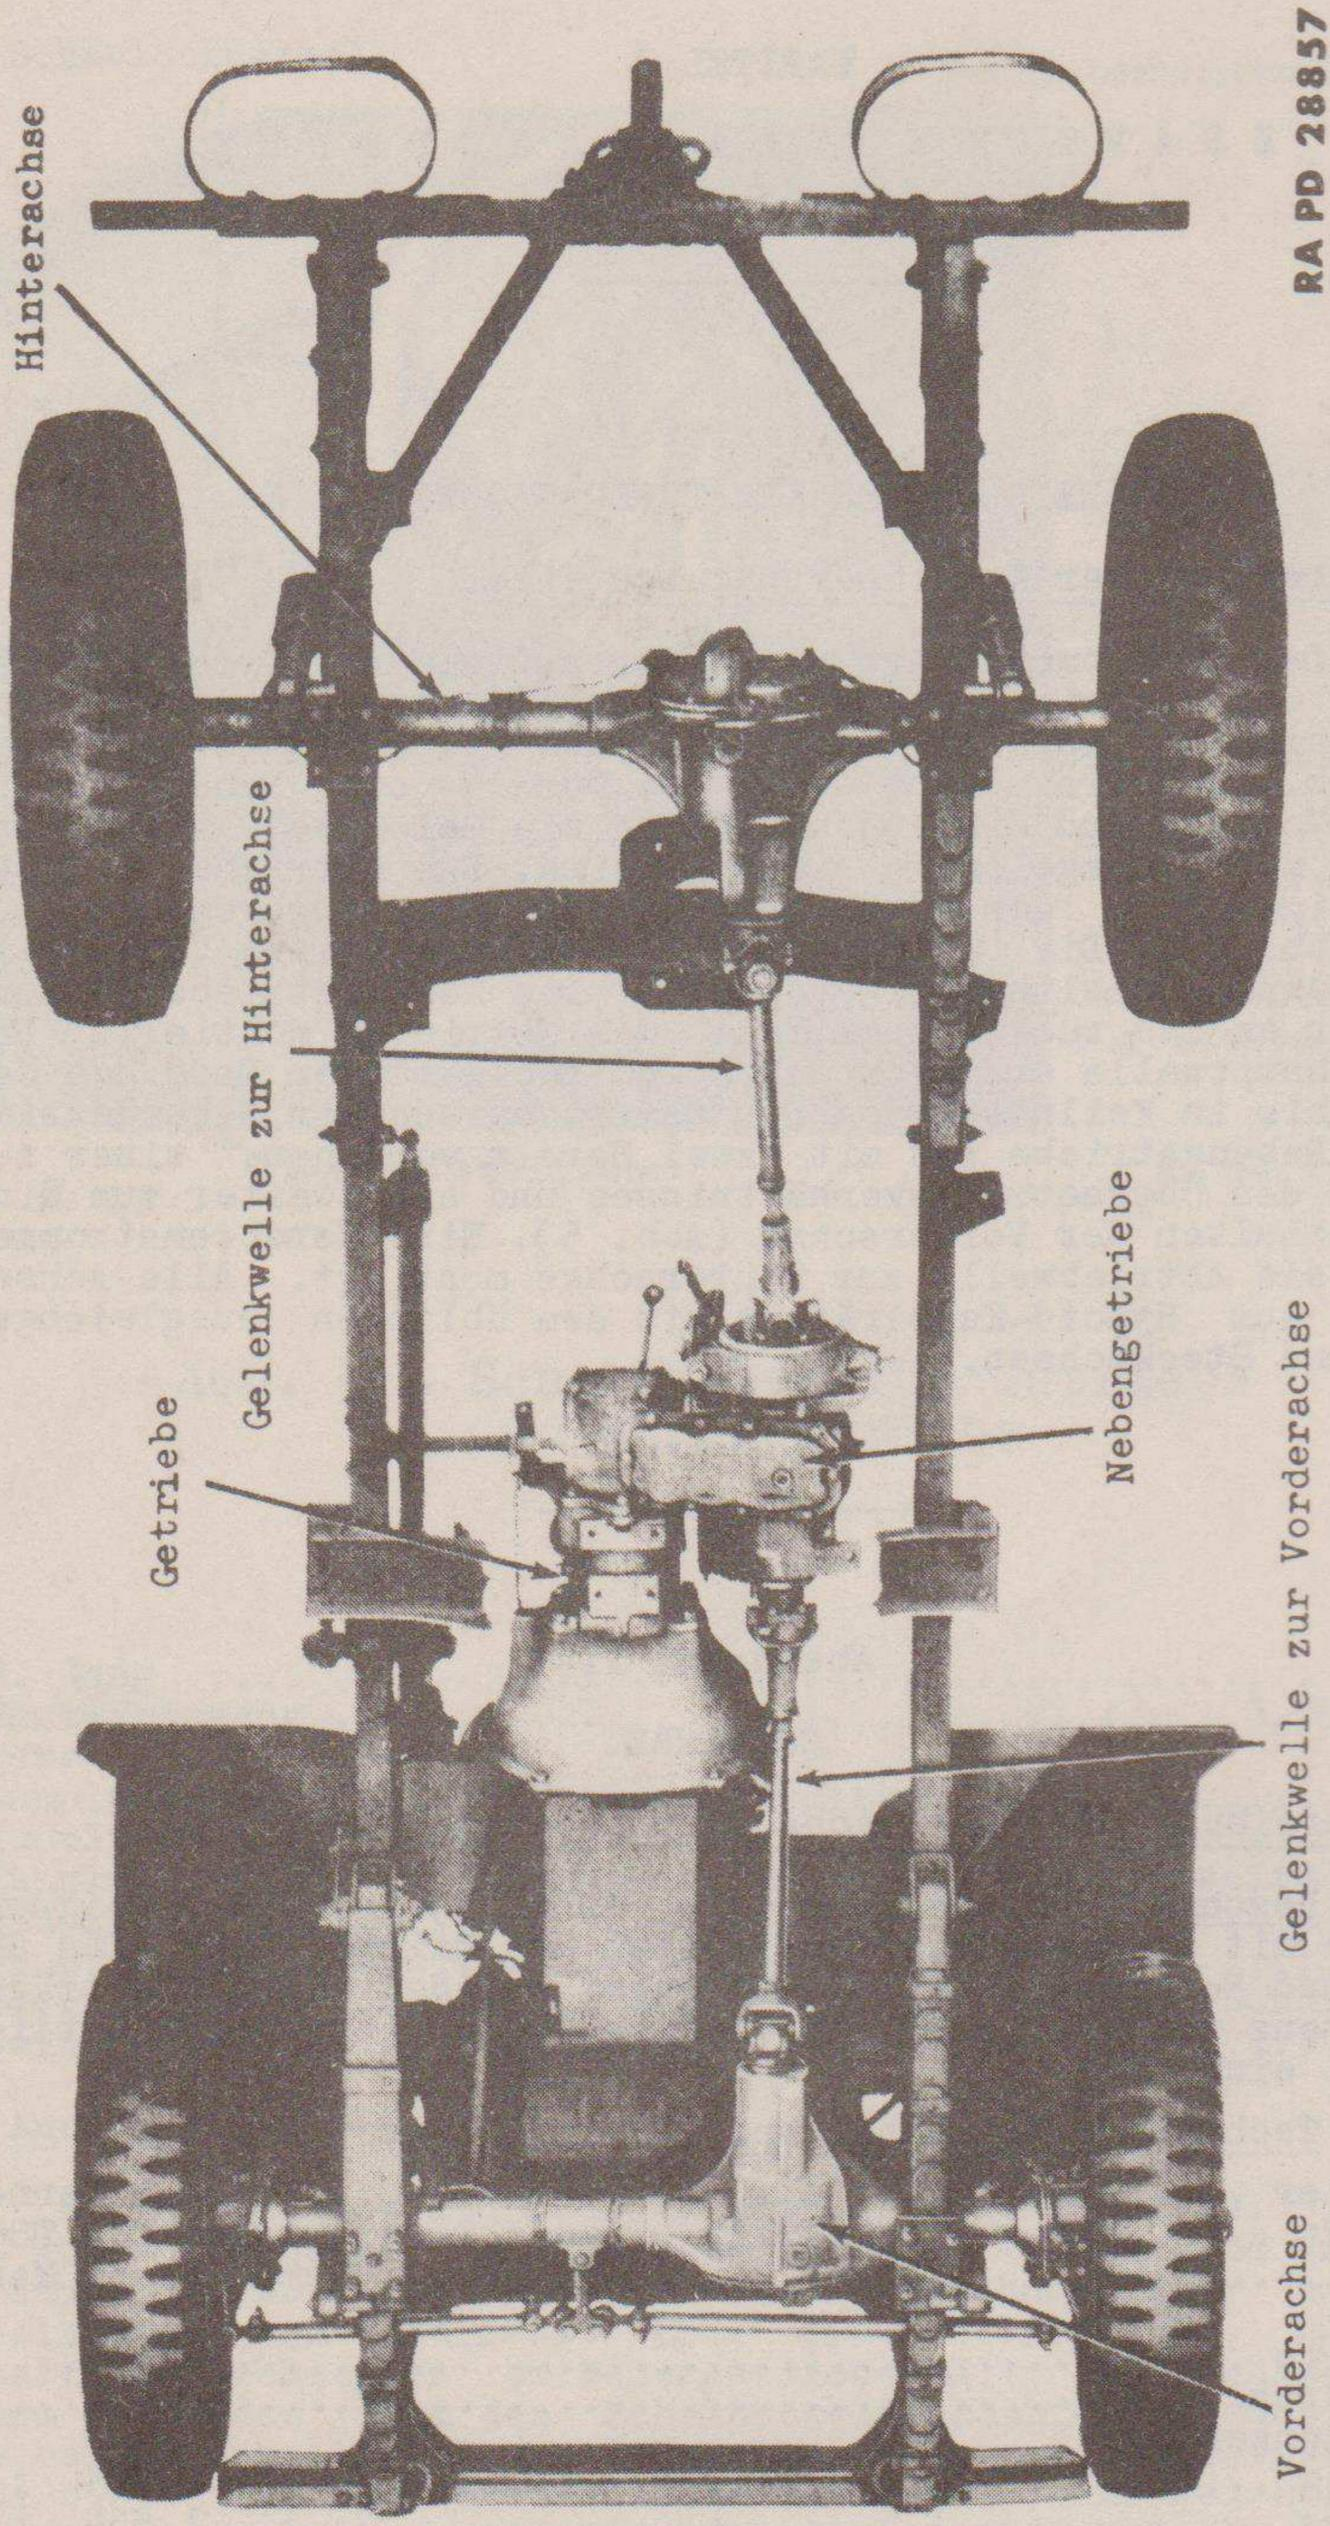

Abb. 2 - Kraftübertragung
a. Das Drehmoment wird vom Motor auf die angetriebenen Räder über das Getriebe und ein Zusatzgetriebe übertragen, von denen beide die Möglichkeit geben, das Übersetzungsverhältnis zu wählen. Das Drehmoment wird vom Zusatz- oder Nebengetriebe auf die Vorder- und Hinterachse durch die Gelenkwellen übertragen, die mit Kreuzgelenken versehen sind. Das Getriebe liegt am rückwärtigen Ende des Motors und ist am Kupplungsgehäuse montiert (Abb. 2). Die verschiedenen Räder im Getriebe (§ 4) werden mit einem Schalthebel geschaltet. Das Nebengetriebe ist unmittelbar an das rückwärtige Ende des Getriebes montiert. Die Getriebehauptwelle erstreckt sich vom rückwärtigen Ende des Getriebes bis in Keilnuten des Hauptantriebsrades im Nebengetriebe. Das Nebengetriebe ist mit zwei Hebeln versehen, einer zum Wechseln des Übersetzungsverhältnisses und ein zweiter zum Ein- und Ausschalten der Vorderachse (Abb. 5). Eine Handbremsstrommel ist auf die Abtriebwelle zur Hinterachse montiert. Alle Achsen bestehen aus Hypoid-Kegelrädern mit dem üblichen Ausgleichgetriebe und Steckachsen.